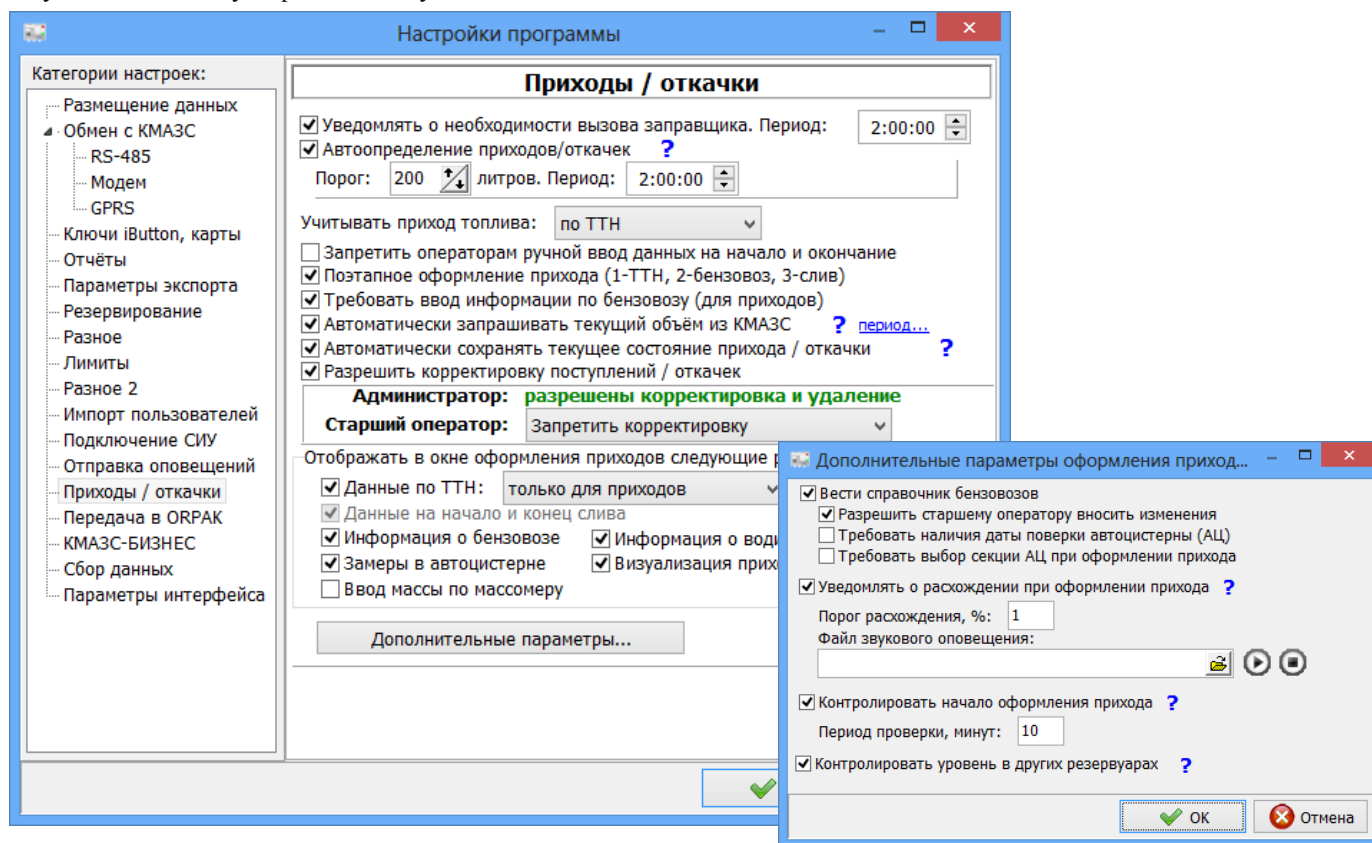

Рис. 29
В меню Настройки\Настройки программы\Приходы/Откачки в строке «Уведомлять о необходимости вызова заправщика. Период:» (рис.29) задается время, через которое администратор ПО КМАЗС-ОФИС информируется о том, что в резервуаре заканчивается ГСМ (уровень в резервуаре равен сигнальному порогу, заданному в меню Настройки\Резервуары).
Для автоматического определения приходов/откачек необходимо поставить настройку (галочку) «Автоопределение приходов/откачек». Задайте параметры автодетектирования (порог 200л->100л (100 для 10-кубовых ёмкостей (в АТЗ) или 200 для 30-кубовых ёмкостей), период 2ч->1ч) Эта настройка работает только при наличии уровнемера. При наличии данной настройки отчеты по приходам оформляются автоматически (рис.29). Механизм автоопределения прихода и откачки описан в окне «Внимание» (нажмите «?» (рис.29)).
При задании настройки «Автоматически запрашивать текущий объем из КМАЗС» (рис.29), необходимо нажать на «период...» и в открывшемся окне выбрать тип связи и далее, нажав «Ок», в окне «Установка периода обмена» изменить значение частоты запроса состояния резервуаров (с) или оставить значение по умолчанию.
- «Контролировать начало оформления прихода», «Контролировать уровень в других резервуарах» в окне «Дополнительные параметры оформления прихода» (рис.29),
- «Автоматически запрашивать текущий объем из КМАЗС» (меню Настройки программы\Приходы/Откачки(рис.29)))»
При включенной настройке «Визуализация прихода/откачки» (рис.29) при оформлении прихода на экране после заполнения всех обязательных полей, на этапе «Данные на конец (завершение)», появиться вкладка «Отображение» (откроется окно визуализации прихода (рис.29а)). Можно выполнять переход между вкладками «Оформление прихода» и «Отображение». При достижении максимального объема в резервуаре, резервуар окрашивается в красный цвет и появляется сообщение «Критический объем!!!».
Рис.29а
В меню Настройки\Настройки программы\Отправка оповещений (рис.29б) на закладке «Основные параметры» настройте основные параметры оповещений.
На закладке «События» (рис.29г) пометьте «✓» события, по происшествию которых, необходимо формировать и автоматически отправлять оповещения на электронную почту и в виде СМС на заданный номер сотового телефона, задайте параметры и текст оповещения.
На закладке «Список адресов рассылки» (рис.29в) настройте список email-адресов и для каждого адреса укажите, список КМАЗС (по которым уведомления должны отправляться на эл.почту) и какие оповещения должны отправляться на e-mail-адреса (отметьте галочкой).
Рис.29б
Рис.29в
Рис.29г
В меню Настройки\Настройки программы\Разное2 (рис.29д) включаются механизм работы с ценами, механизм работы со счетами клиентов, ВЕБ Офис-КМАЗС, профили веб-API, интеграция с пунктом налива, интеграция с системой мониторинга.
Рис.29д
В рамках данного механизма доступны следующие возможности (рис.29е):
- Внесение/возврат средств на денежный счёт контрагента (кнопка «Пополнить счёт» (рис.29е));
- Автоматизированная обработка файла с платежами контрагентов (меню Настройки\Настройки программы\Разное2(рис.29ж));
- Автоматическое списание средств со счёта (в соответствии с заданными ценами) — пересчет остатков на счетах контрагентов (можно задать период пересчета(рис.29ж));
Для возможности контрагенту самостоятельно выставлять счета на оплату через личный кабинет задайте соответствующую настройку в окне «Настройка параметров работы со счетами клиентов» (меню Настройки\Настройки программы\Разное2 (рис.29ж)). Можно выбрать от имени какого контрагента выставлять счета.
Рис.29е
Рис.29ж